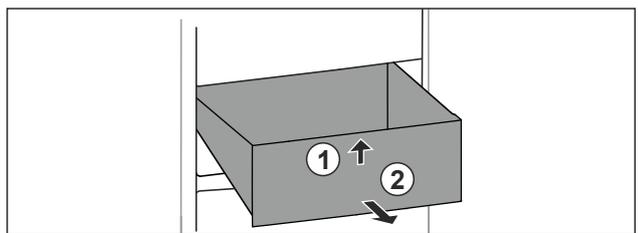

Fig. 100
- ▶ 抬起抽屉前部。 Fig. 100 (1)
- ▶ 朝前取出抽屉。 Fig. 100 (2)